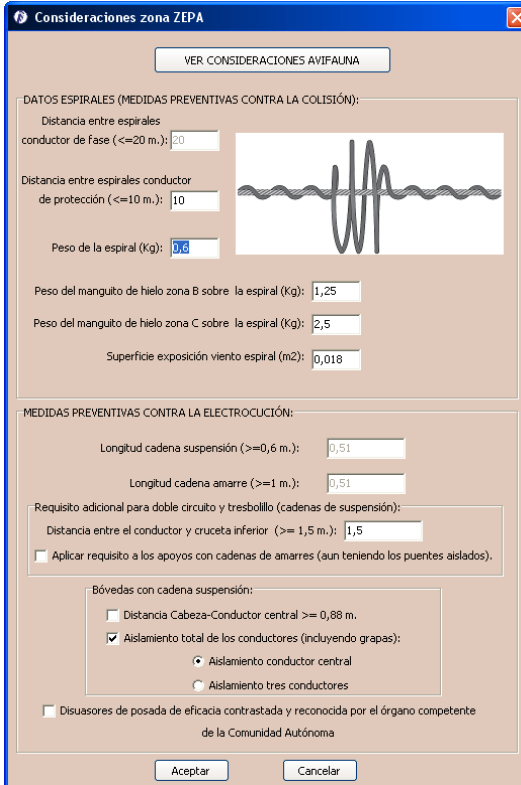

Figura 5.14. Datos para zona ZEPA
- **7. Consideraciones zona ZEPA** En el caso de que la línea pase por una Zona de Especial Protección de Aves (ZEPA) y la tensión nominal de la línea sea inferior o igual a 66 kV podemos tenerlo en cuenta señalando la casilla de *considerar zona ZEPA*. En el botón *Consideraciones ZEPA*, el programa nos lleva la ventana (Figura 5.14) donde introducimos las consideraciones que se muestran a continuación: